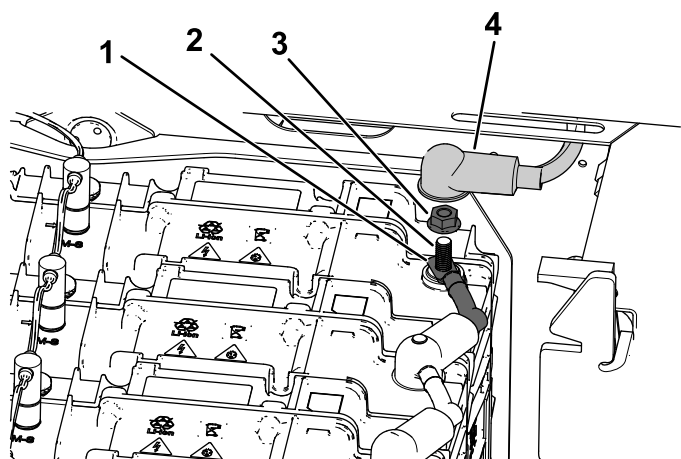

Figura 42
- Retire la tuerca con arandela prensada y el cable negativo (-) del borne de la batería (Figura 42).
1. Conecte el cable negativo (-) al borne de la batería usando la tuerca con arandela prensada (Figura 42).
2. Instale el protector del borne negativo (-) de la batería en el borne de la batería (Figura 42).